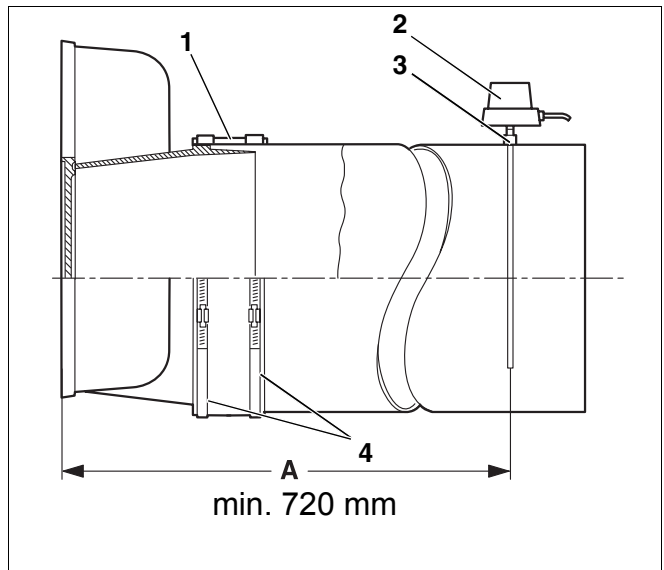

Fig. 29 Montaj – țeavă de evacuare a gazelor de ardere
Se recomandă utilizarea unui manșon de etanșare la racordul gazelor de evacuare (fig. 29, poz. 1).
- Se montează colierele cu șurub melcat (fig. 29, poz. 4) peste manșonul de etanșare. Un colier trebuie să preseze manșonul pe ștuțul colectorului iar celălalt pe țeava de evacuare.
- Mufa (fig. 29, poz. 3) se sudează la o distanță de $2 \times$ diametrul țevii de evacuare (A) – min. 720 mm – de la colectorul gazelor de evacuare, în coloana de evacuare a gazelor de ardere.
- Senzorul de temperatură pentru gazele de evacuare (fig. 29, poz. 2) se montează conform instrucțiunilor separate de montaj.